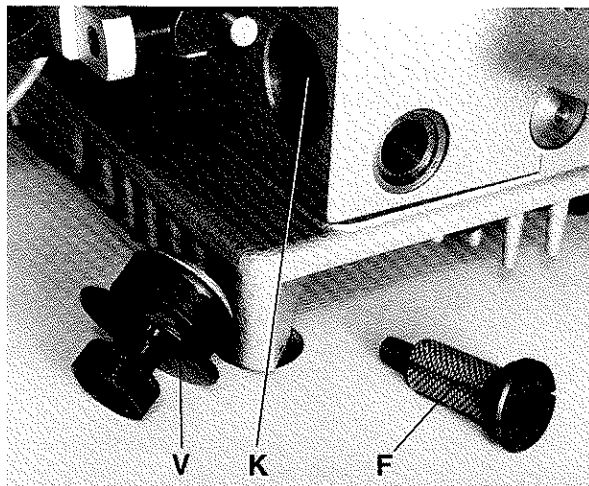

Fig.8
The oil filter (F, Fig. 8) has to be cleaned periodically in petroleum, according to its contamination. The oil filter can be removed by turning it counter-clockwise.
Chamber (K, Fig. 8) behind plug (V) has to be cleaned periodically, according to its contamination.
Der Ölfilter (F, Fig. 8) muß periodisch, je nach Verschmutzung in Petroleum gereinigt werden. Der Ölfilter kann durch Drehen im Uhrzeigersinn entfernt werden.
Die Kammer (K, Fig. 8) hinter dem Verschußstopfen (V) muß periodisch, je nach Verschmutzung gereinigt werden.